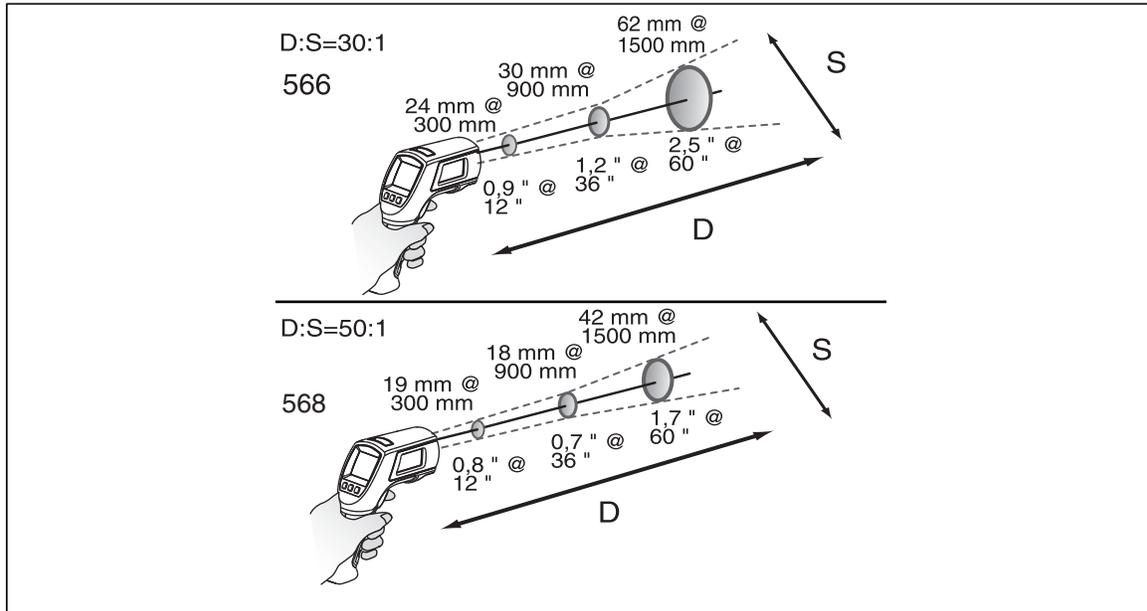

Abbildung 5. Abstand und Punktgröße
Mit zunehmendem Abstand (D) vom zu messenden Objekt wird die Punktgröße (S) des durch das Gerät gemessenen Bereichs größer. Das Verhältnis zwischen Abstand und Punktgröße (D:S) für jedes Gerät ist in Abbildung 5 dargestellt. Die Punktgrößen zeigen 90 % der Energie im Umkreis.